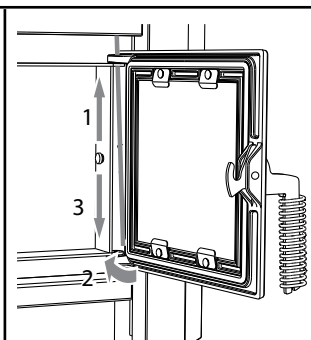

Рисунок 7.
Рисунок 7. Установите люк на место таким образом, чтобы отверстия петли были на одном уровне с проушинами. Установите шип петли таким образом, чтобы находящаяся в шипе защелка расположилась внизу, протолкните шип сквозь верхние отверстия петли (1). Проденьте шип сквозь нижние отверстия петли (2) и опустите вниз на предусмотренное место (3) так, чтобы он опирался на защелку. Осторожно откройте люк. Если при открывании люк задевает за кожух каменки, затяните ограничительный винт. С помощью ограничительного винта можно отрегулировать угол открытия люка. Проверьте также функционирование стопорного шипа ручки и при необходимости отрегулируйте его с помощью простого гаечного ключа.